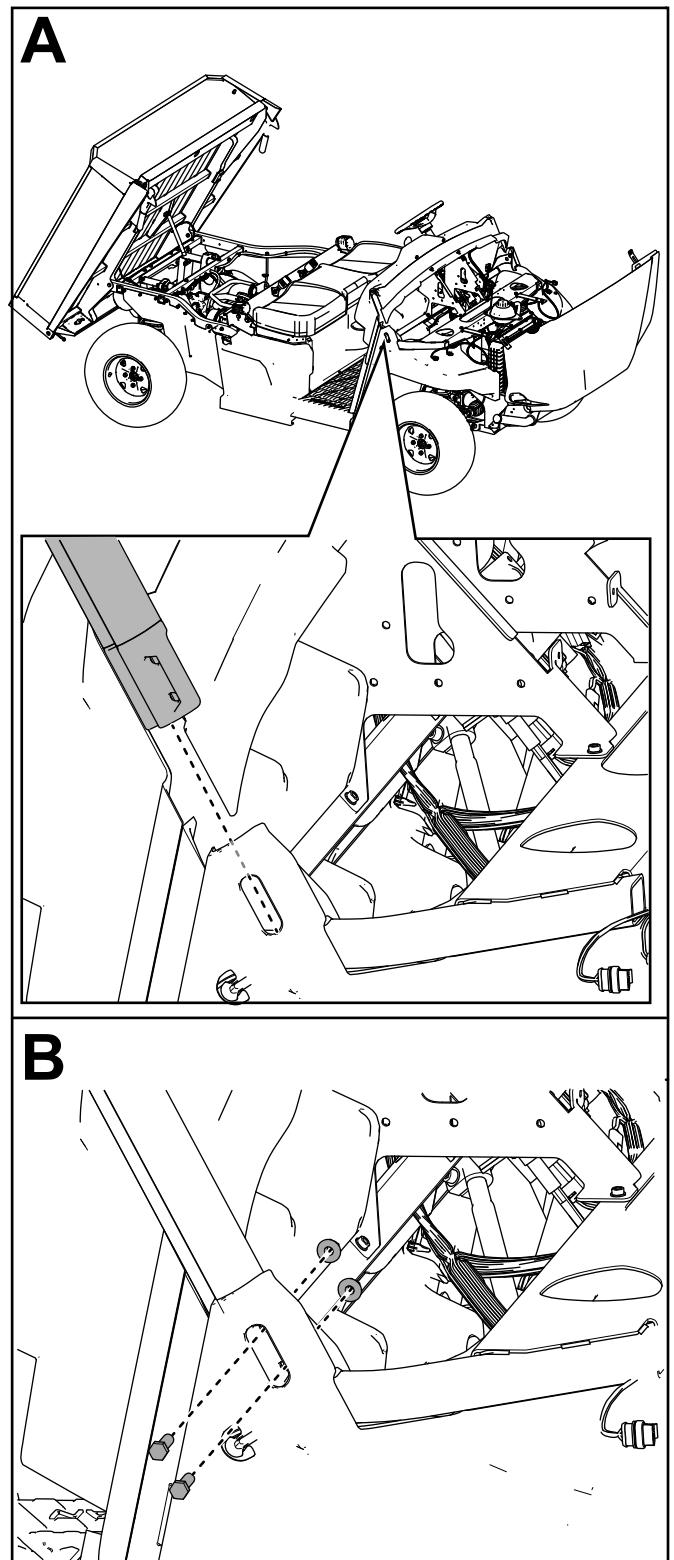

Figura 13
7. Fissate senza serrare il gruppo barra rotazione anteriore di destra alla staffa di montaggio della barra rotazione destra con 2 bulloni a testa esagonale ($\frac{3}{8}$ " x $1\frac{1}{4}$ "") e 2 dadi di bloccaggio ($\frac{3}{8}$ "") come illustrato nella **Figura 13**.